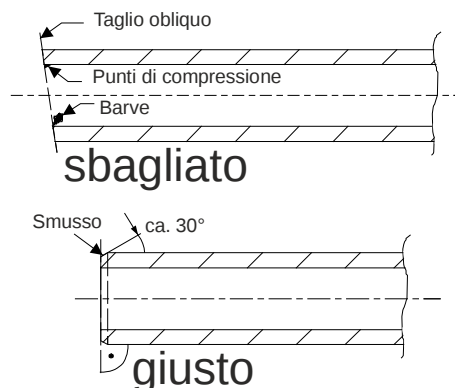

Fig. 19 Taglio dei tubi
- I tubi devono essere tagliati con un tagliatubi alla distanza necessaria. In particolare occorre fare attenzione che il taglio sia perpendicolare all'asse del tubo. Le eventuali "bave" sporgenti vanno eliminate, **Fig. 19**.
- Le estremità dei singoli spezzoni di tubo devono essere lievemente smussate mediante un utensile idoneo, ad es. uno spelatubi, **Fig. 19**.